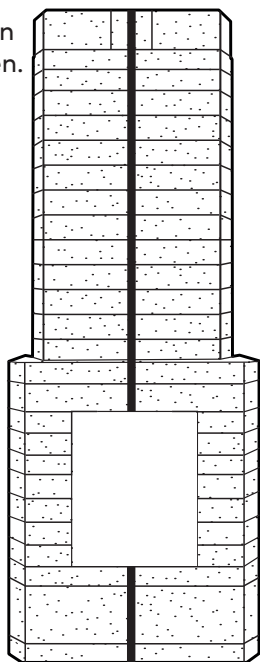

Bild 2
- För bästa vidhäftning - applicera fix på både kakel och stomme med en 8 mm tandspackel. (**Bild 2** sid 21)